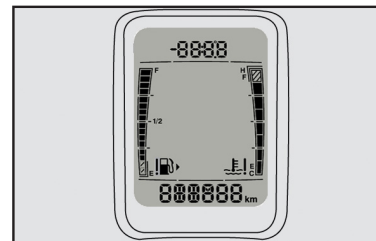

fig. 55
- El reloj con las regulaciones realizadas será exhibido en la parte superior del display - fig. 55.